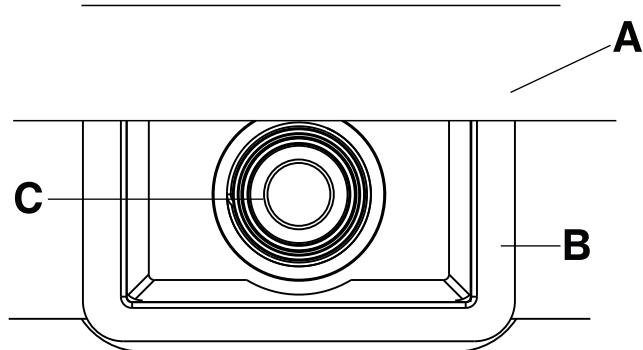
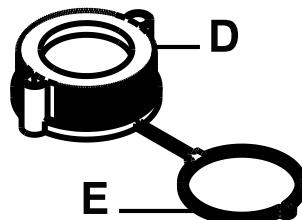

Figura 5-7: Caixa de ligação do ar e corpo da válvula
Figura 5-8: Tampa e fio de fixação
2. Agarre o corpo da válvula (C) e puxe para fora de modo a que a caixa de ligação do ar (B) se prolongue para fora da cobertura da superfície de apoio (A) (Figura 5-7 na página 5-23).
3. Empurre o fio de fixação (E) (Figura 5-8 na página 5-23) sobre o corpo da válvula (C) (Figura 5-7 na página 5-23). Rode o fio de fixação (E) no sentido dos ponteiros do relógio até passar além das roscas do corpo da válvula (C).
4. Certifique-se de que a tampa (D) (Figura 5-8 na página 5-23) fica enroscada no corpo da válvula (C) (Figura 5-7 na página 5-23).
5. Empurre a caixa de ligação do ar (B) de volta para o interior da superfície de apoio.